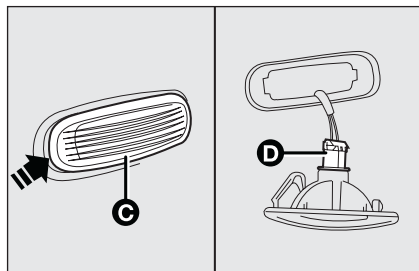

fig. 24
- fare leva nel punto indicato dalla freccia, in modo da comprimere la molletta di fissaggio, ed estrarre il gruppo **C**-fig. 24;